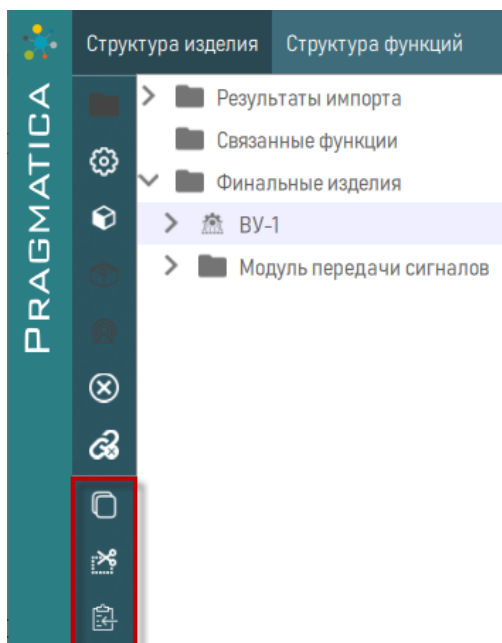

Рисунок 159 – Кнопки «Копировать», «Вырезать» и «Вставить»
- 3) Нажать кнопку  «Копировать», расположенную слева на панели (рисунок 159).
- 4) Выбрать для элемента новый родительский элемент и нажать кнопку  «Вставить», расположенную слева на панели (рисунок 159).
- 6) При необходимости перемещения элемента выделить элемент и воспользоваться функциями кнопок  «Вырезать», затем  «Вставить» (рисунок 159).